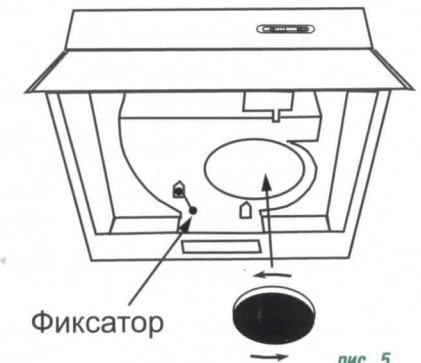

рис. 5
- 6.2 Режим «фильтрации» (рис. 5):
- фиксатор (рис.5) должен находиться в положении «вытяжка», положение «А».